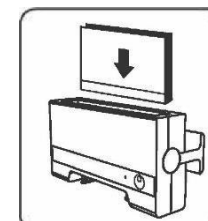

Abb. 2
4. Drücken Sie die **Taste COUNTER (Zähler)**. Die **Kontrollleuchte** beginnt zu blinken. Der Thermobindevorgang ist damit gestartet. (Abb. 2)